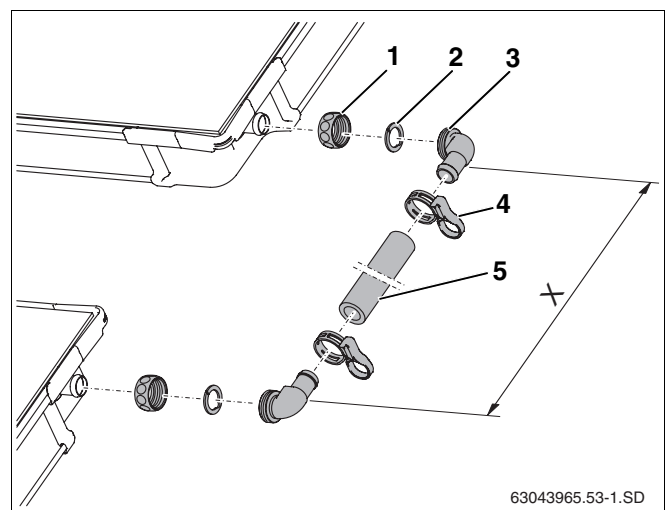

Fig. 60 Kit per il collegamento fra due serie di collettori
- Spingere il dado di raccordo (fig. 60, **pos. 1**) sopra gli attacchi del collettore.
- Disporre la rondella di fissaggio (fig. 60, **pos. 2**) dietro il bordo del raccordo del collettore e fissare premendo.
- Con una pressione, applicare la boccola angolare con il relativo o-ring (fig. 60, **pos. 3**) sull'attacco; successivamente allineare la boccola e avvitarla con il dado di raccordo.
- A collettori montati, misurare la distanza tra le boccole angolari (misura X) e accorciare di conseguenza il tubo di gomma per solare (fig. 60, **pos. 5**).
- Infilare il tubo di gomma per solare nelle boccole angolari e fissare in posizione con le fascette elastiche (fig. 60, **pos. 4**).